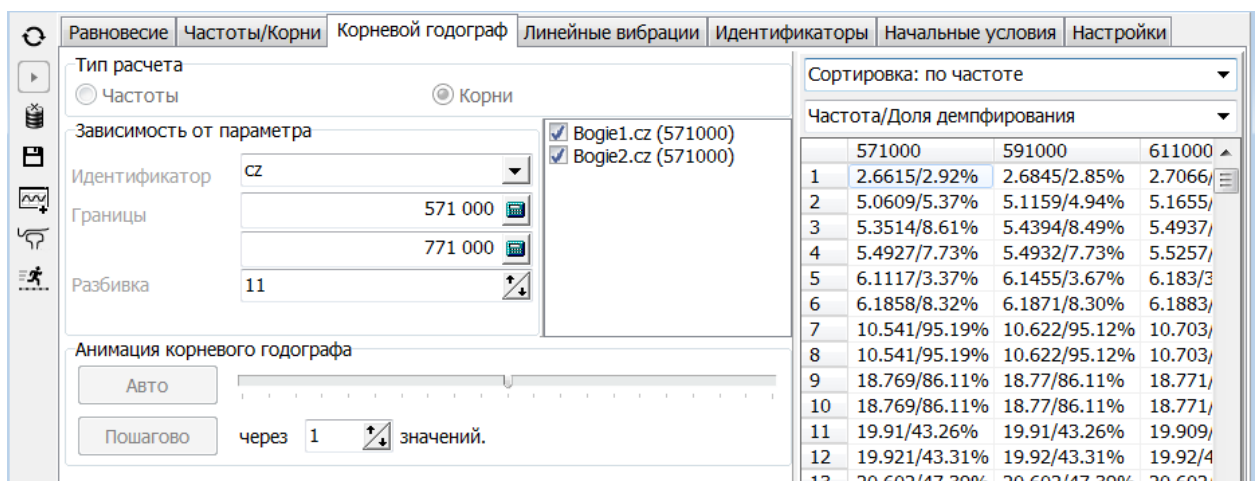

Рис. 4.145. Зависимость частот от значения идентификатора cz
Для расчета используется вкладка **Корневой годограф**, рис. 4.145. Математическая модель проблемы и методика ее решения описана в п. 4.5.1.4. "Расчет собственных частот и форм колебаний", стр. 4-154, п. 4.5.1.5. "Расчет собственных значений и собственных векторов", стр. 4-155.
- Выберите **идентификатор** с использованием выпадающего списка; если в подсистемах объекта найдены одноименные идентификаторы, укажите, какие из них будут изменяться одновременно с выбранным идентификатором (на рис. 4.145 найдено 2 идентификатора, одноименные с выбранным идентификатором cz).